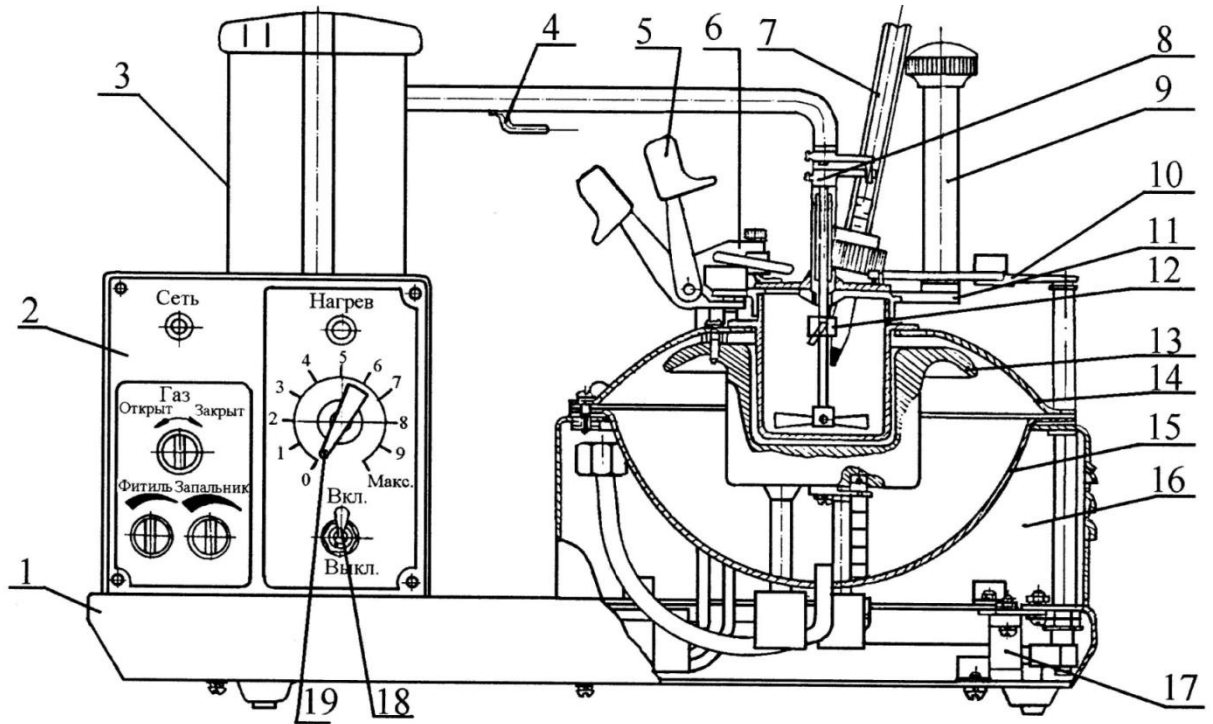

Рисунок 4- Аппарат ТВЗ
4.6. Конструктивно аппарат (рисунок 4) представляет собой два блока, смонтированных на общем основании 1. Слева расположен блок управления 2.
Справа от блока управления расположен термоблок 16 (рисунок 4), в корпусе которого смонтированы: воздушная баня 13, с встроенным нагревательным элементом, верхний 14 и нижний 15 отражатели. В воздушную баню устанавливается тигель с крышкой 11 и термометром 7. К крышке тигля крепится прижим 5, на котором расположено зажигательное устройство 6. На крышке тигля расположена ручка 9, которой осуществляется открытие и закрытие заслонки, опускание фитиля в открытое окно крышки, а также управление работой мешалки 12 через поводок 10 и магнитоуправляемый контакт (зеркон) 17.
Взять за рукоятку поворота привода мешалки 3 (рис.4) левой рукой. Большим пальцем левой руки нажать на кнопку фиксатора положения привода мешалки. Повернуть рукоятку против часовой стрелки (если смотреть на аппарат сверху) до упора.